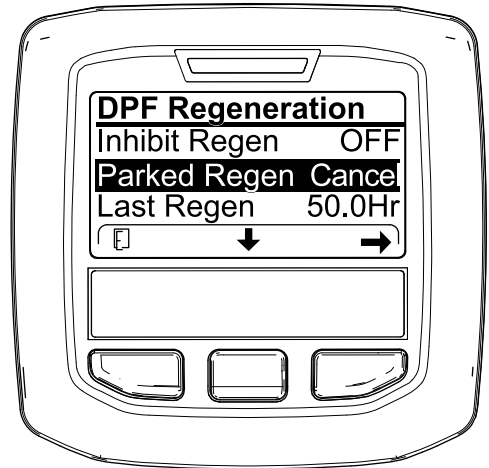
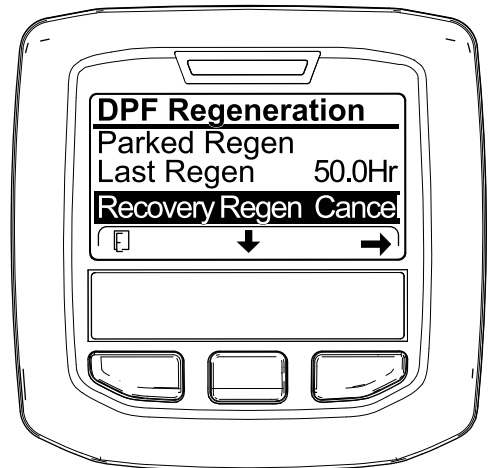

図 67
図 68
1. DPF 再生メニューにアクセスする 図 67。
2. 中央ボタンを押して下へスクロールし、駐車再生キャンセル PARKED REGEN CANCEL (図 67) またはリカバリ再生キャンセル RECOVERY REGEN CANCEL を選ぶ 図 68。
3. 右ボタンを押すと再生キャンセルに Regen Cancelに入る 図 67または 図 68。